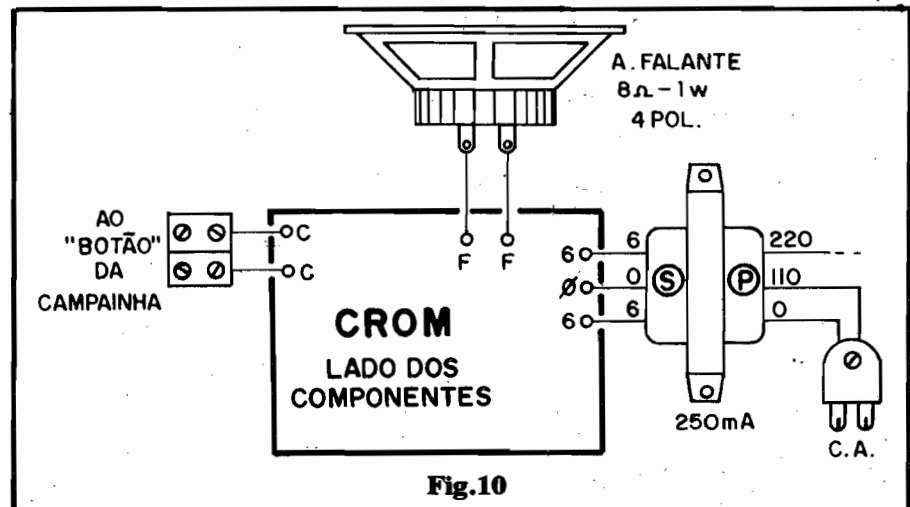

Fig. 10
- FIG. 10 - CONEXÕES EXTERNAS À PLACA - São poucas e simples, mas também **muito** importantes. Observem (na placa, vista pelo lado dos componentes, não cobreado...) a ligação ao par de conetores "Sindal" (que servirá para a ligação do cabo paralelo que vai ao "botão" da campainha...), do alto-falante e - principalmente - do transformador... Quanto a este último, notem que as ligações do "rabicho" ao seu **primário** correspondem às para uma rede C.A. de 110V. Se a rede local for de 220V, então o terminal de 110V deverá ser "desprezado", ligando-se em seu lugar o de 220V (mostrado em linhas tracejadas, na figura...).